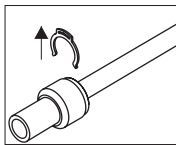

Рис. 1
- 1) Снять предохранительный клипс с быстроразъемной муфты (если присутствует) (рис. 1).